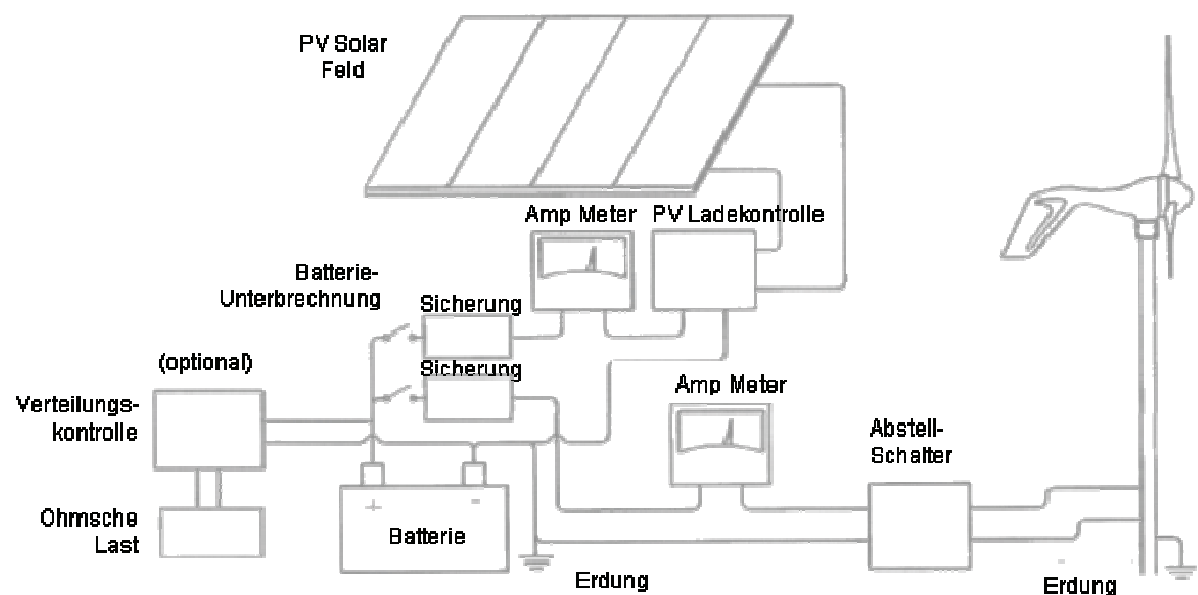

Abbildung 4
HINWEIS: In den **Abbildungen 3** und **5** wird der interne Regler der **AIR-X** verwendet. In **Abbildung 4** kommt ein externer Verteilungsregler zum Einsatz. Dieser Verteilungsregler kann in jeder der Systeme benutzt werden.
12) Führen Sie alle Leitungen von der Turbine zur Batterie (schließen Sie sie nicht an). Achten Sie darauf, die Verbindungen zu quetschen und zu löten und benutzen Sie dafür die passende Zange. Wenn Sie ein Ampère Meter in Ihr System einbauen möchten, beachten Sie Abbildung 4 auf Seite 14.